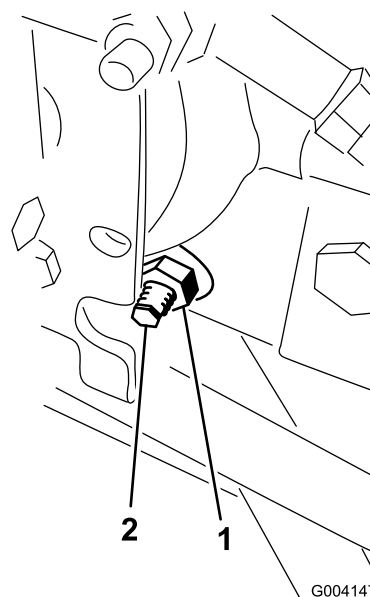

Figura 76
3. No lado direito do hidrostato, solte a porca de bloqueio no excêntrico de ajuste da tração (Figura 76).